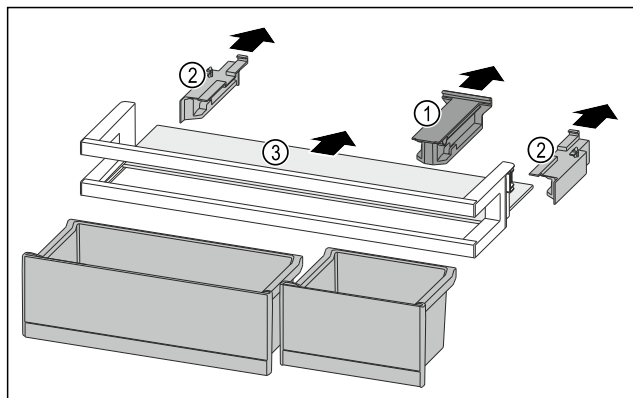

Fig. 251
- Hiqni pjesën mbajtëse Fig. 251 (1).
- Hiqni pjesët anësore Fig. 251 (2).
- Hiqni raftin mbajtës Fig. 251 (3).